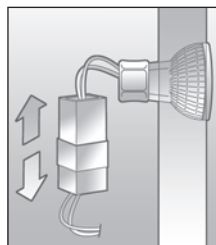

Fig. 3
- Solte a lâmpada do encaixe com cuidado (**fig.3**).